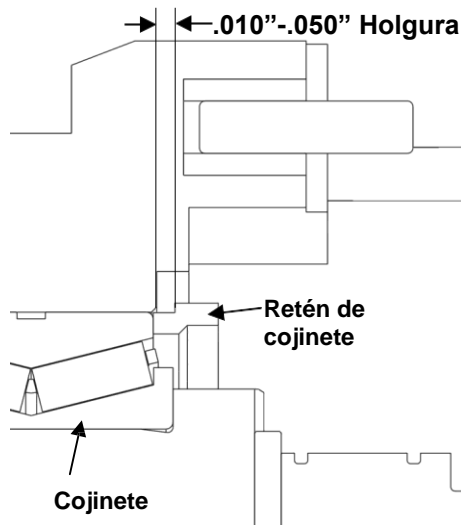
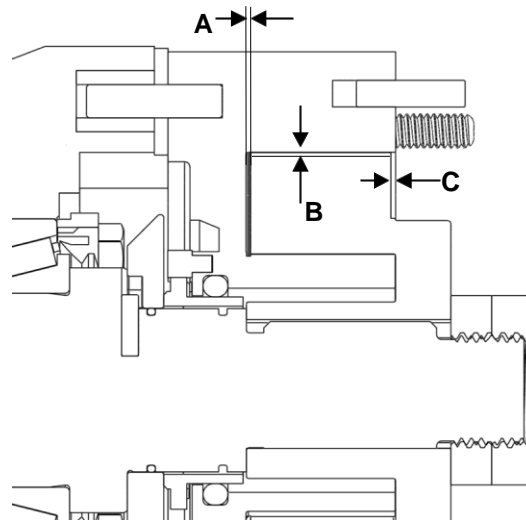

Figura 53: Holgura de retén de cojinete
Figura 54: Holguras importantes
5) Una vez que los ejes se presionen en la caja de engranes, instale los retenes de los cojinetes para mantener los ejes en su lugar temporalmente (no instale sellador líquido). Asegúrese de que haya una holgura adecuada entre el retén y la caja de engranes, como se ve en la Figura 53. Coloque el cuerpo en la caja de engranes, asegurándose de que esté bien asentada. Ensamble los rotores en el cuerpo y apriételos con las contratuercas. Mida las dimensiones A, B y C que se ven en la Figura 54 y consulte la Tabla 8 (página 33) para verificar las holguras. Si las holguras no son correctas, los ejes deben retirarse y las calzas deben ajustarse. Si las holguras son correctas, retire los rotores y el cuerpo.